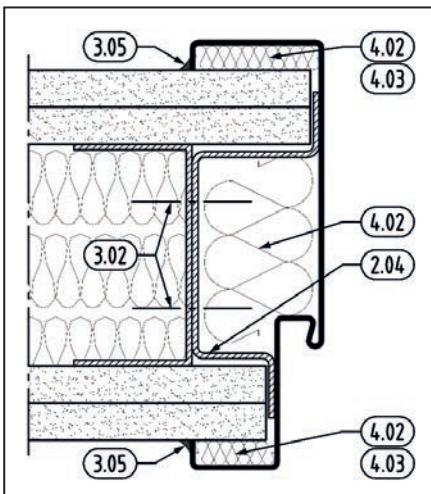
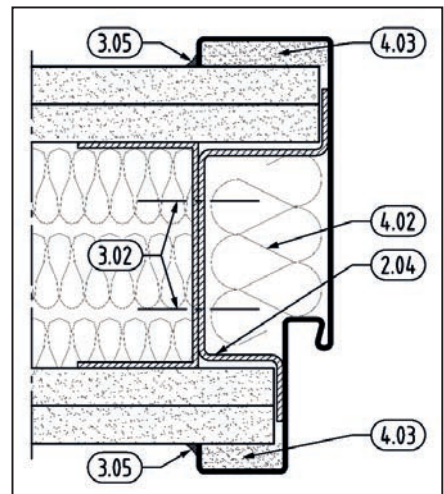

Abb. 3.1
Abb. 3.2 (Hohlraumverfüllung „T90“ / „El2 90“)
(Abb. 3.1 – Abb. 3.2)
- Hohlräume zwischen Zarge und Wandbeplankung mit Mineralwolle (4.02.) oder Gips (4.03) vollvolumig verfüllen. (Abb. 3.1)
Bei „T90“ / „El2 90“ Feuerschutzabschlüssen muss der Spiegelbereich immer mit Gips (4.03) ausgefüllt werden. (Abb. 3.2)